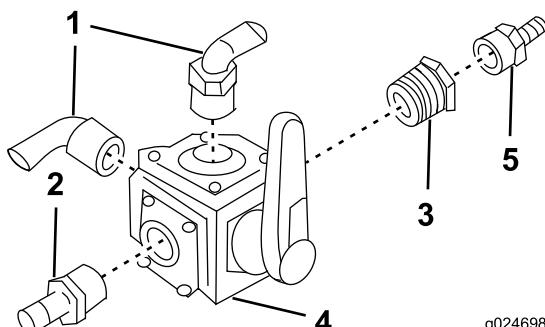

Figura 14
1. Monte la válvula de 4 vías (Figura 14).
Nota: La orientación de los conectores de manguera es importante, y debe corresponder a lo indicado en Figura 14.